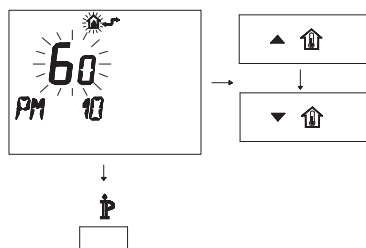

Figura 5.56
- Per modificare il SET programmato agire sui pulsanti  $\blacktriangle$   $\mathbb{U}$  o  $\blacktriangledown$   $\mathbb{U}$  e aspettare che il numero programmato cominci a lampeggiare (Figura 5.56).